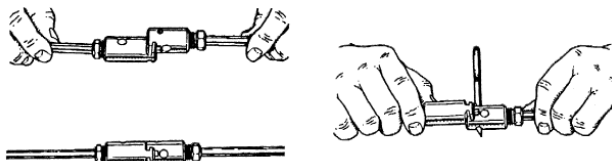

Figura 2 – Conexão/desconexão das varetas
1. Para conectar hastes, alinhe e engate os acoplamentos para uma conexão sólida (Figura 2).
4. Selecione e instale a ferramenta/cortadora adequada na extremidade da haste. Para conectar, engate os acoplamentos macho e fêmea. Para desconectar, insira a chave do pino e separe-os deslizando (*Figura 2*).
21. Desengate a haste do suporte e desconecte as hastes inserindo a chave do pino e separá-las deslizando (Figura 2).